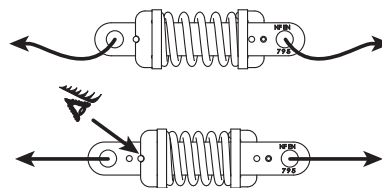

Fig. 35
- 3) Se la linea è munita di un indicatore di tensione tendere finché i due fori di controllo si trovino uno di fronte all'altro (vedi Fig 35). Quando si ottiene l'allineamento dei fori, interrompere la manovra, in quanto un sovratensionamento provocherebbe la messa in funzione del dissipatore, che bisognerebbe quindi sostituire.